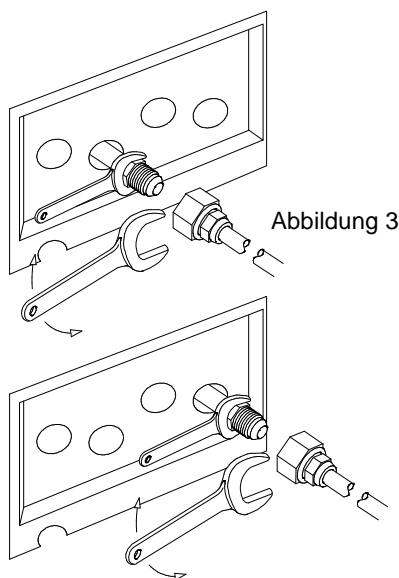

Abbildung 4
- Die vorgerüstete Leitung anhand von zwei Schlüsseln an das Absperrventil anschließen (gem. Abb. 3 für 1. Steuerkreis, gem. Abb. 4 für 2. Steuerkreis).
- Verfügt das Endgerät außer dem Siphon auch über Thermostatventil, einen Verschluss in größtmöglicher Nähe zur Einheit vorsehen (s. Abb. 4). Auf diese Weise soll verhindert werden, daß die Kugel des Thermostatventils bei stehender Anlage mit dem Kältemittel in Berührung bleibt (s. Abb. 6).